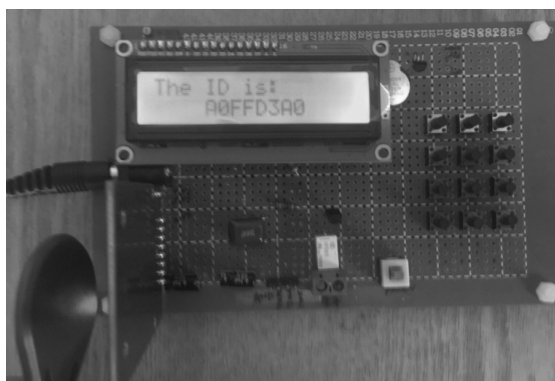

图 3-13 射频 13.56M 一卡通门禁系统钥匙卡读卡界面
(7) 将钥匙卡放进 RS522 天线附近,听见读卡声音,LCD 显示钥匙卡 ID 号,如图 3-13 所示。